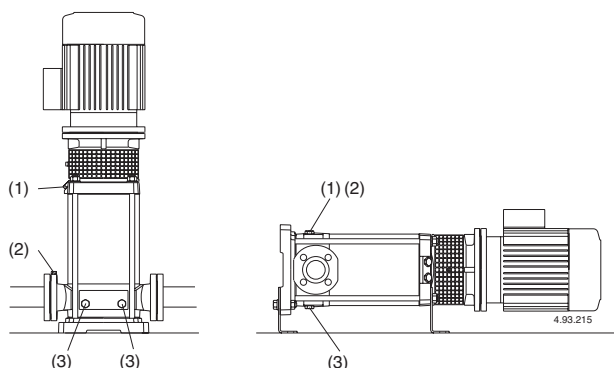

Рис. 4 (1) Наполнение и отдушина
При положении насоса выше уровня перекачиваемой жидкости (работа в режиме всасывания, рис. 3А) или при недостаточной высоте напора (менее 1 м) для открытия обратного клапана наполните всасывающую трубу и насос через соответствующее отверстие (1) (рис. 4).
Во время наполнения винт со штифтом (14.17) в сливной пробке (14.12) должен быть откручен, чтобы имелось соединение между камерой подающей части и камерой всасывающей части (рис. 4а).
Рис. 4а Наполнение:
Рис. 4б При работе: внутренний
При работе под гидравлическим напором (рис. 3В) наполняйте насос, медленно открывая задвижку на всасывающей трубе до полного раскрытия; при этом, задвижка в подающей трубе и отдушины (1) и (2) должны быть полностью открыты (рис. 4), чтобы выпустить воздух.
Закрыть отдушины (1) и (2) (рис. 4).
Для MXV–B, MXV(L) 25–32–40 и MXV(L)4 25–32–40 Затяните игольчатый винт (14.17) в сливной заглушке (14.12) (рис. 4б) и закройте отверстие для выпуска воздуха (14.04).
Если заливка прерывается (непостоянный поток на подаче при открытых задвижках) или если давление на манометре колеблется, провести повторный выпуск воздуха на всасывании (2), проверить герметичность всех соединений всасывающей трубы и крепко затянуть выпускную заглушку (2) и сливные заглушки (3) со стороны всасывания (рис. 4).
По возможности, как в случае временной работы с грязными жидкостями, прокачайте через насос немного чистой воды для удаления осадков. Либо, после слива воды, промойте насос, залив не менее 40 л чистой воды в заливочное отверстие (1) со стороны подачи и дайте ей выйти через сливное отверстие (3) со стороны всасывания (рис. 4).
Перед разборкой насоса отсоединить провод от зажимной коробки, закройте задвижки на всасывании и подаче и слейте жидкость из корпуса насоса (рис. 4).